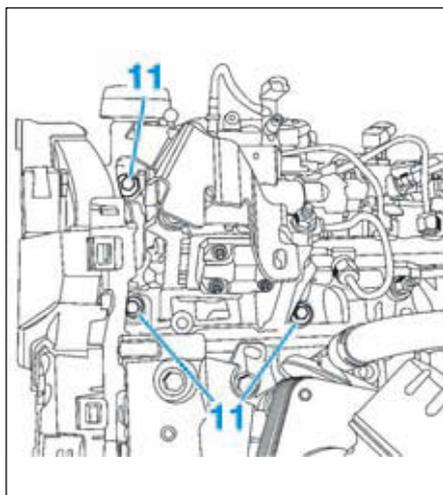

FIG.39
- les vis (11) de la pompe haute pression (Fig.39),